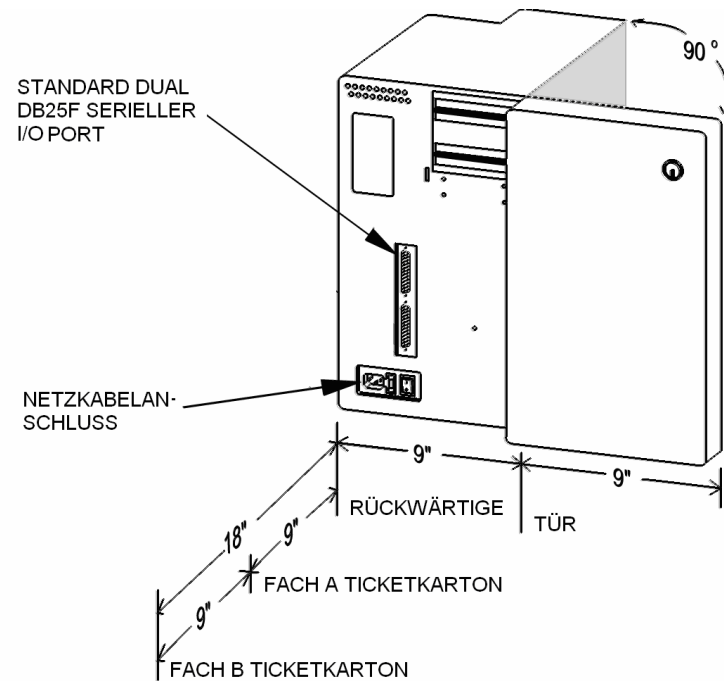

Abbildung 2-1. Abstandsanforderungen für Verkabelung und Wartung
Standort so auswählen, dass auf allen Seiten sowie oberhalb des Druckers ein Abstand von mindestens 2,5 cm verbleibt, damit eine ausreichende Belüftung gewährleistet ist. Hinter dem Drucker ist ein Abstand von mindestens 25 cm erforderlich. Dieser dient nicht nur der ordnungsgemäßen Belüftung, sondern ermöglicht auch die Unterbringung der Verkabelung und des Ticketkartons für Fach A. Werden zwei Kartons (Fächer A und B) verwendet, dann ist ein Abstand von mindestens 45 cm erforderlich. Das dem Drucker beiliegende Netzkabel ist ca. 3 Meter lang (siehe Abbildung 2-1).
6. Wurde das Ticket nicht oder fehlerhaft gedruckt, sicherstellen, dass das Kommunikationskabel zum Host ordnungsgemäß an den seriellen DB25F-Port angeschlossen und arretiert ist. Informationen zu den Positionen der Bedienelemente entnehmen Sie Abbildung 2-1 in Section 2 – Installation. Lässt sich das Problem nicht beheben, finden Sie weitere Informationen in Section 4 – Problembehandlung.